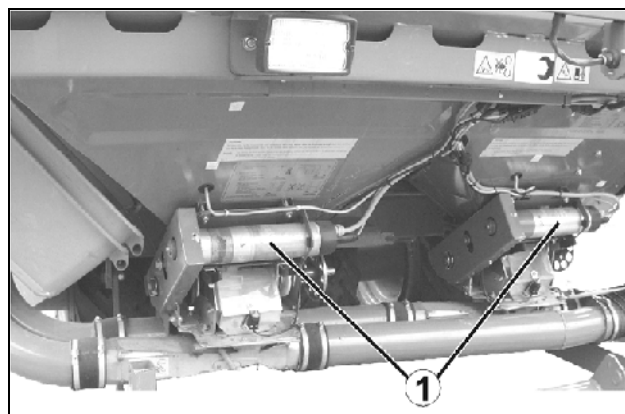

Fig. 77
- Elektrische Volldosierung mit Elektromotor als Direktantrieb (Fig. 77).